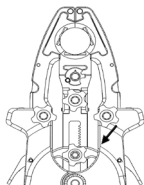

Abbildung 7
- Sobald die Klappen installiert sind, nähern Sie sich der Klappenposition an, indem Sie die Klappen wieder in ihre neutrale Startposition bringen (Abbildung 7). *Hinweis: In der neutralen Startposition sollten die Klappen an der Basis einen vollständigen Kreis bilden.*